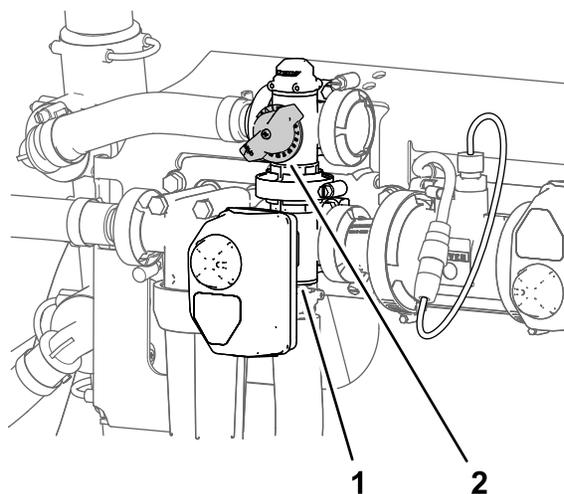

Figura 41
10. Ajuste a válvula de distribuição de agitação (Figura 41) na parte posterior da válvula de agitação até que a pressão do sistema de pulverização indicada no medidor seja 6,89 bar.